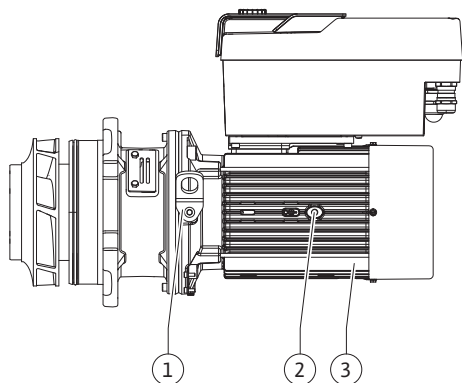

Fig. 108: Utični sklop
13. Utični sklop (videti Fig. 108) umetnuti u kućište pumpe na stari ili novi željeni ugaoni položaj. Pritom voditi računa o dozvoljenim položajima ugradnje komponenata (vidi poglavlje „Dozvoljeni položaji ugradnje i promena rasporeda komponenata pre instalacije“ [► 24]).